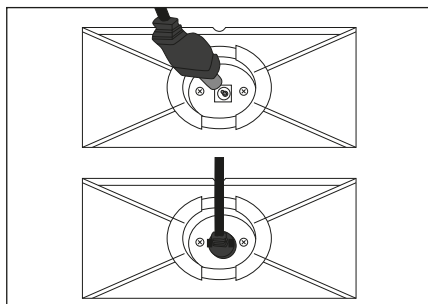

Fig. 5
- 2) Sæt hulstikket **11** til netadapteren **10** ind i tilslutningen på undersiden af holderen **17**. Træk netadapterens **10** ledning gennem udsparringen på bagsiden af ladestationen **15** (se fig. 5).